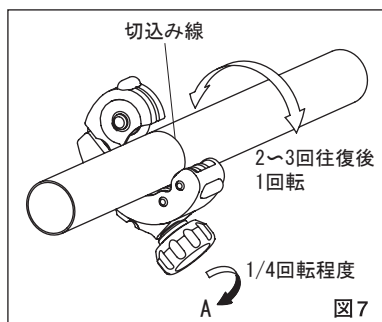

図7
- ②カッター刃がパイプに当たったところから、さらにグリップを矢印Aの方向に1/4回転程度まわしてから本体をパイプ外周にそって90°程2～3回往復させます。さらに本体を1周させ全周に切込み線をつけます。(図7)
- ③その後、グリップをゆっくり回し、(本体3～4回転につきグリップ1/8回転程度)徐々に切り込みを深くしながら、本体を矢印の方向へ回転させパイプを切断してください。